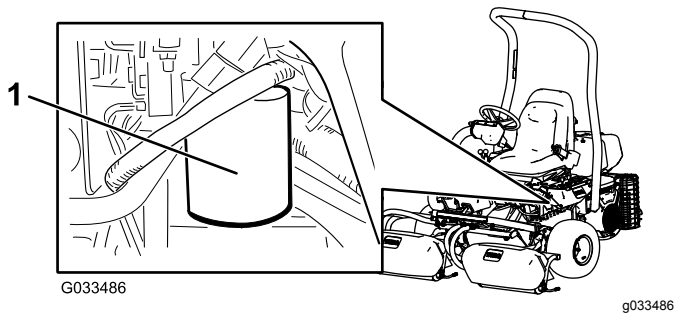

Figura 50
2. Retire os parafusos que fixam a placa da cobertura do cilindro de elevação que está a ajustar dos suportes de apoio do chassis (Figura 50).
1. Limpe a zona em torno da área de montagem do filtro (Figura 50). Coloque um recipiente de escoamento debaixo do filtro e retire o filtro.